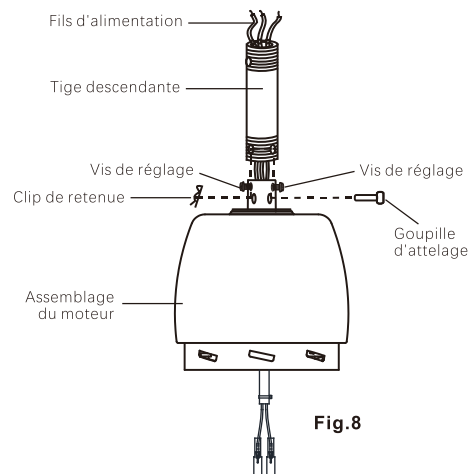

Fig.8
**Étape 6.** Desserrez les deux vis de réglage et retirez la goupille d'attelage et le clip de retenue de l'accouplement situé sur le dessus de l'assemblage du moteur. (Fig.8)
Remettez ensuite en place la goupille d'attelage et le clip de retenue. Serrer les deux vis de réglage. (Fig.8)